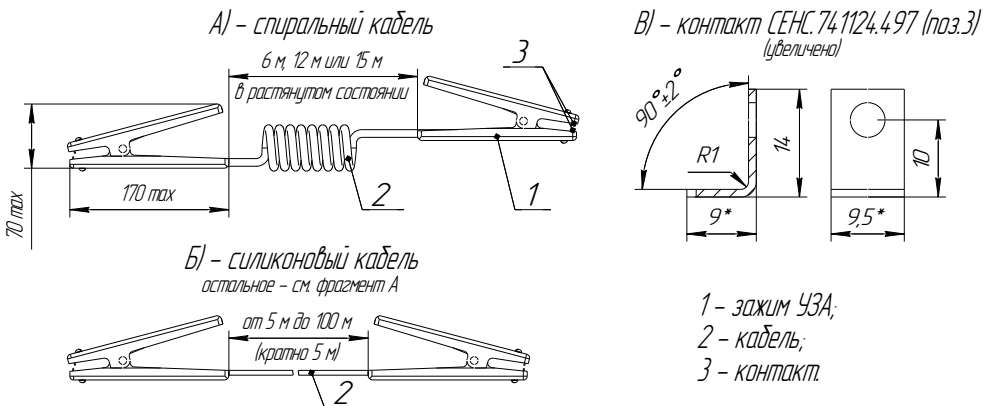

Рисунок 1.4 – Заземляющий проводник
1.6.3 Заземляющий проводник (рисунок 1.4) имеет пружинные контактные зажимы с обеих сторон - для крепления к металлическим частям и обеспечивают присоединение к металлическим частям транспортного резервуара толщиной от 3 до 27 мм. В свободном состоянии контакты зажимов не замыкаются благодаря наличию упоров.
Зажимы соединены между собой двухпроводным кабелем - спиральным (рисунок 1.4,А) или силиконовым (рисунок 1.4,Б), с сечением проводников не менее 0,75 мм². Спиральный кабель может иметь длину 6 м, 12 м или 15 м, силиконовый – от 5 м до 100 м, кратно 5 м.